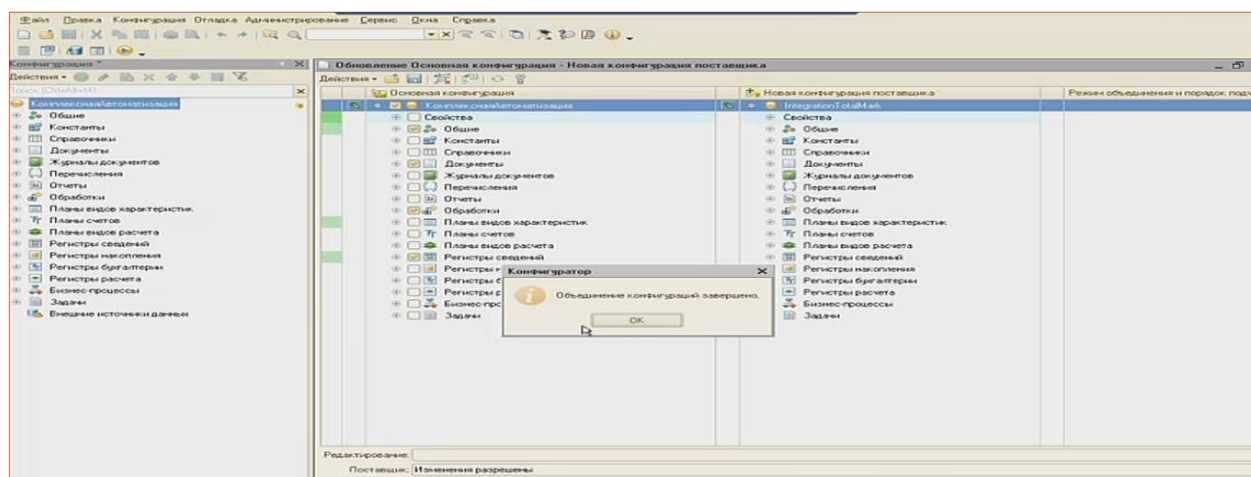

Рис. 11.34 - Обновление конфигурации
- 7) Обновление конфигураций завершено (Рис. 11.34).